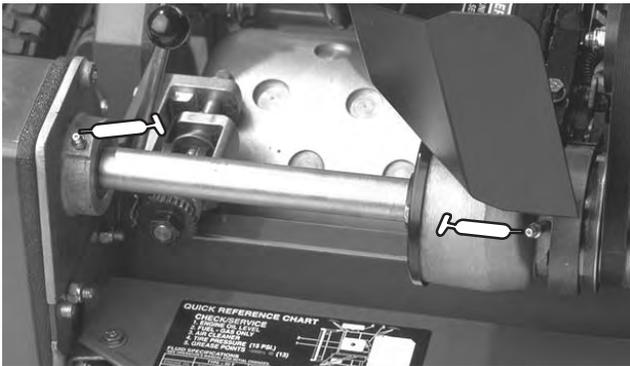

Figure 26
- 2 sur les roulements de l'arbre intermédiaire du cylindre (Fig. 26)